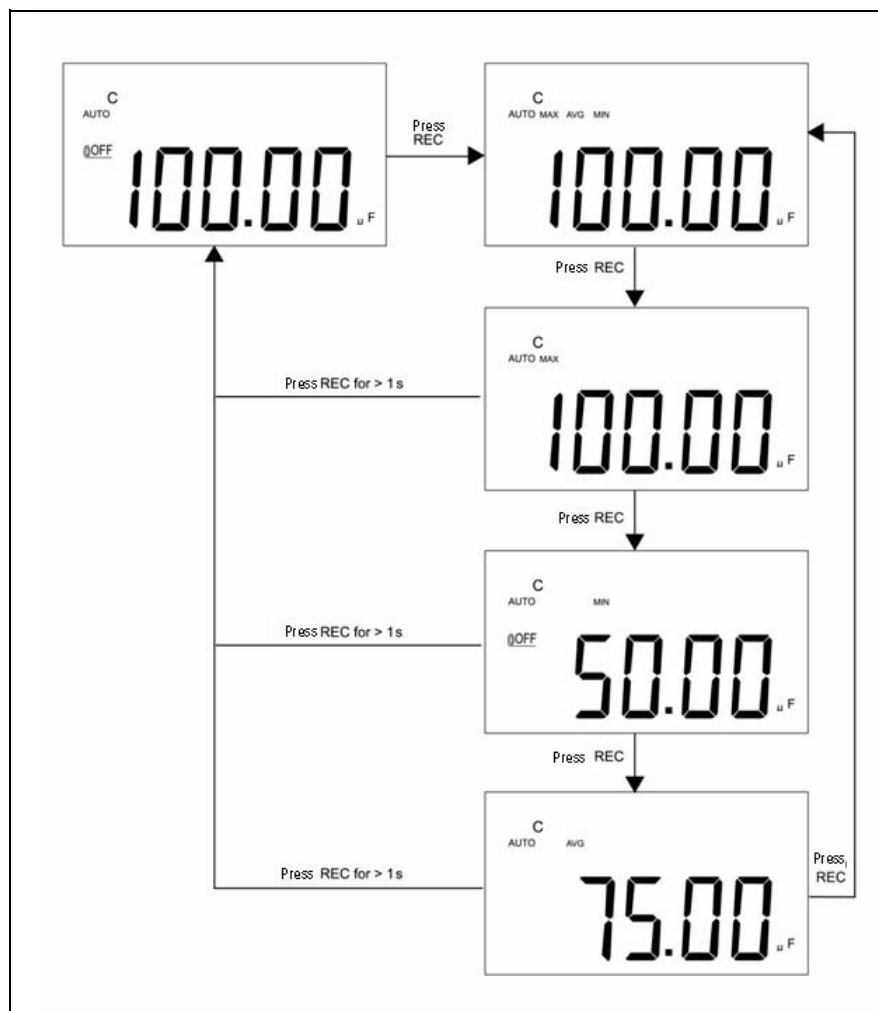

Figure 2-1 Mesure des tolérances
- 2 Appuyez sur cette touche pour faire défiler les valeurs maximales, minimales et moyennes. Les symboles **MAX**, **MIN**, **AVG** ou **MAX AVG**, **MIN** sont respectivement activés pour indiquer le type de valeur affichée (voir figure 2-1).